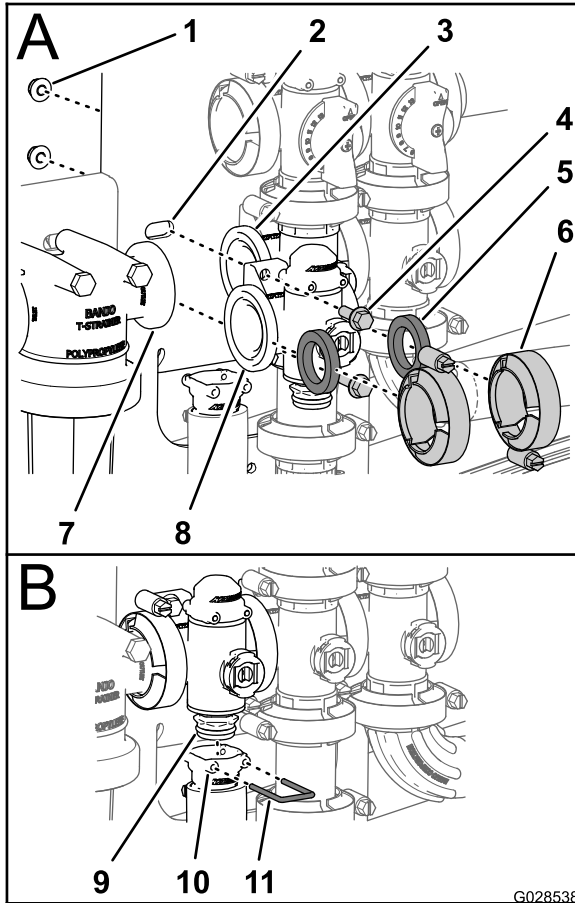

Figura 96
- Alinee una junta entre las bridas del distribuidor de la válvula de control de caudal y la cabeza del filtro de presión (Figura 96, A).
con una abrazadera apretada a mano (Figura 96, A).
- Alinee una junta entre las bridas del distribuidor de la válvula de control de caudal y el distribuidor de la válvula de agitación (Figura 96, A).
- Monte el distribuidor de la válvula de control de caudal, la junta y el distribuidor de la válvula de agitación con una abrazadera apretada a mano (Figura 96, A).
- Monte la válvula de control de caudal en el soporte de la válvula con los 2 pernos con arandela prensada y 2 contratuercas con arandela prensada (Figura 96, A) que retiró en el paso 3 de Retirada del distribuidor de control de caudal (página 71), y apriete el perno y la tuerca a 1017–1243 N·cm (90–110 pulgadas-libra).
- Monte el conector de salida en el conector de extremo inferior del distribuidor (Figura 96, B).
- Sujete el conector de extremo al conector de salida insertando una horquilla de retención en el conector de salida (Figura 96, B).